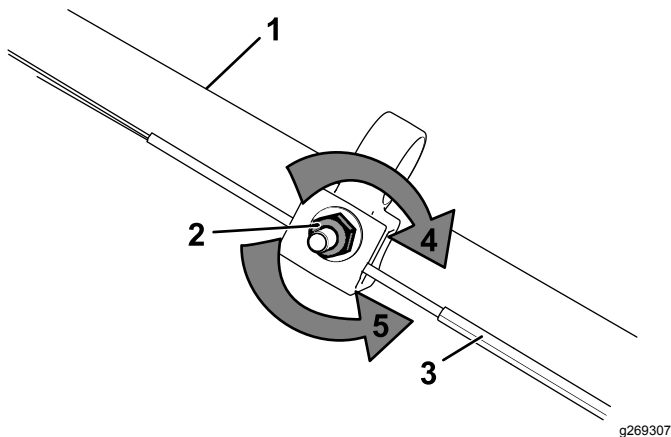

Figura 25
1. Gire la tuerca de ajuste en sentido antihorario para aflojar el cable (Figura 25).
2. Ajuste la tensión del cable (Figura 25) tirando del mismo hacia atrás o empujándolo hacia adelante, y manténgalo en esa posición.